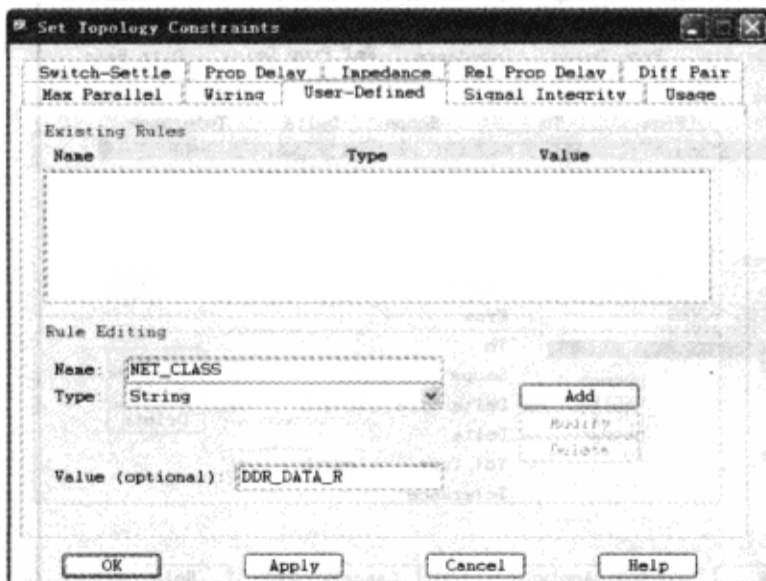

图 3-9-42 设置约束
(1) 在“Set Topology Constraints”窗口中选中“User-Defined”标签页，在“Rule Editing”区域的“Name”栏中输入“NET\_CLASS”，从“Type”栏选择“String”，在“Value (optional)”栏输入“DDR\_DATA\_R”，如图 3-9-42 所示。